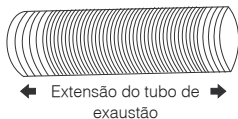
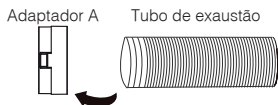

Fig.1
Fig.2
03. Estenda um dos lados do tubo de exaustão (Fig.1) e encaixe o adaptador A na extremidade do tubo de exaustão. (Fig.2).